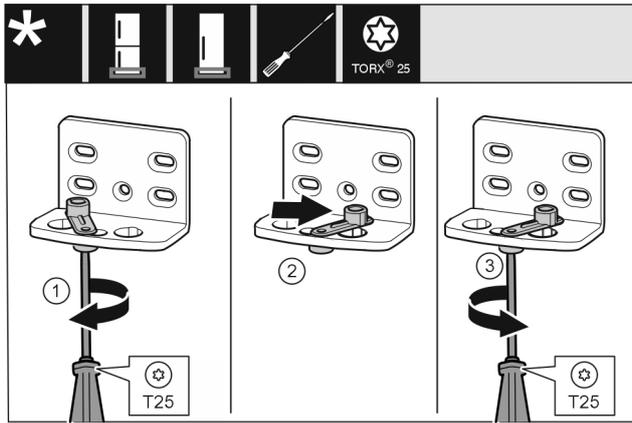

Fig. 23
- ▶ Открутите винт отверткой T25. Fig. 23 (1)
- ▶ Приподнимите фиксатор двери и поверните в отверстиях на 90° направо. Fig. 23 (2)
- ▶ Затяните винт отверткой T25. Fig. 23 (3)